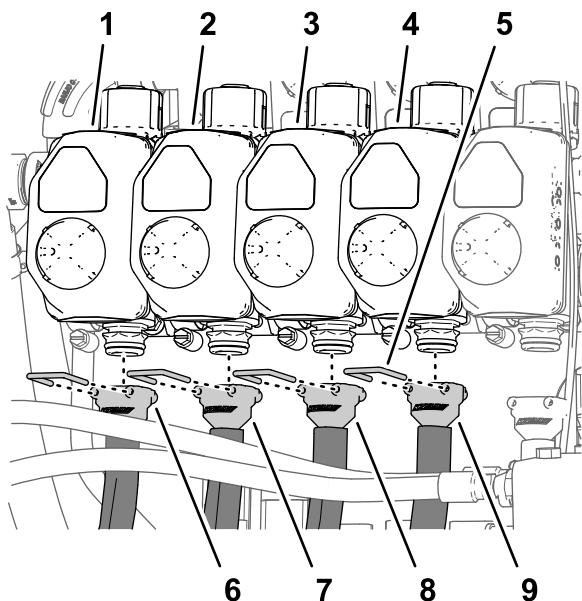
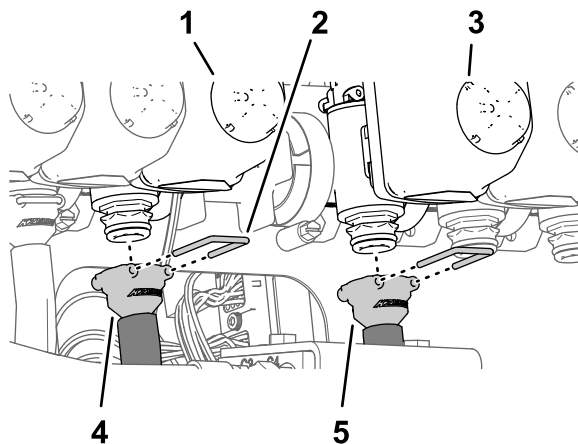
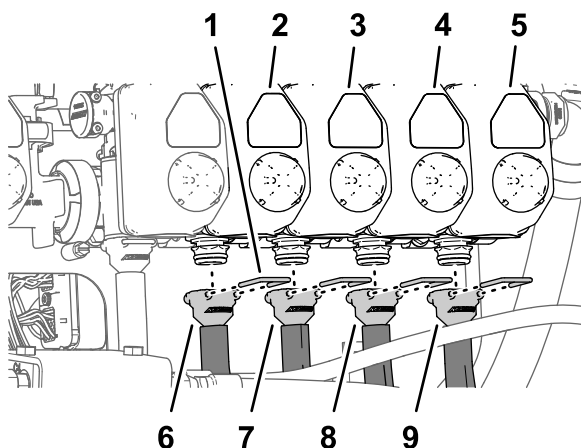

Рисунок 125
Рисунок 126
Рисунок 127
Примечание: Расположения клапанов сопел см. на Рисунок 125 в разделе Подсоединение шлангов к клапанам сопел с 1 по 4 \(страница 65\), на Рисунок 126 в разделе Подсоединение шлангов к клапанам сопел 5 и 6 \(страница 65\) и на Рисунок 127 в разделе Подсоединение шлангов к клапанам сопел с 7 по 10 \(страница 66\).
1. Установите прямой штуцер типа «елочка» шланга подачи длиной 279 см на соединительную муфту клапана сопла 1 (Рисунок 125).
2. Прикрепите штуцер типа «елочка» к соединительной муфте с помощью держателя (Рисунок 125).
3. Установите прямой штуцер типа «елочка» шланга подачи длиной 234 см на соединительную муфту клапана сопла 2 (Рисунок 125).
4. Прикрепите штуцер типа «елочка» к соединительной муфте с помощью держателя (Рисунок 125).
соединительную муфту клапана сопла 3 (Рисунок 125).
6. Прикрепите штуцер типа «елочка» к соединительной муфте с помощью держателя (Рисунок 125).
7. Установите прямой штуцер типа «елочка» шланга подачи длиной 188 см на соединительную муфту клапана сопла 4 (Рисунок 125).
8. Прикрепите штуцер типа «елочка» к соединительной муфте с помощью держателя (Рисунок 125).
1. Установите прямой штуцер типа «елочка» шланга подачи длиной 81 см на соединительную муфту клапана сопла 5 (Рисунок 126).
2. Прикрепите штуцер типа «елочка» к соединительной муфте с помощью держателя (Рисунок 126).
3. Установите прямой штуцер типа «елочка» шланга подачи длиной 81 см на соединительную муфту клапана сопла 6 (Рисунок 126).
4. Прикрепите штуцер типа «елочка» к соединительной муфте с помощью держателя (Рисунок 126).
1. Установите прямой штуцер типа «елочка» шланга подачи длиной 188 см на соединительную муфту клапана сопла 7 (Рисунок 127).
2. Прикрепите штуцер типа «елочка» к соединительной муфте с помощью держателя (Рисунок 127).
соединительную муфту клапана сопла 8 (Рисунок 127).
4. Прикрепите штуцер типа «елочка» к соединительной муфте с помощью держателя (Рисунок 127).
5. Установите прямой штуцер типа «елочка» шланга подачи длиной 234 см на соединительную муфту клапана сопла 9 (Рисунок 127).
6. Прикрепите штуцер типа «елочка» к соединительной муфте с помощью держателя (Рисунок 127).
7. Установите прямой штуцер типа «елочка» шланга подачи длиной 279 см на соединительную муфту клапана сопла 10 (Рисунок 127).
8. Прикрепите штуцер типа «елочка» к соединительной муфте с помощью держателя (Рисунок 127).